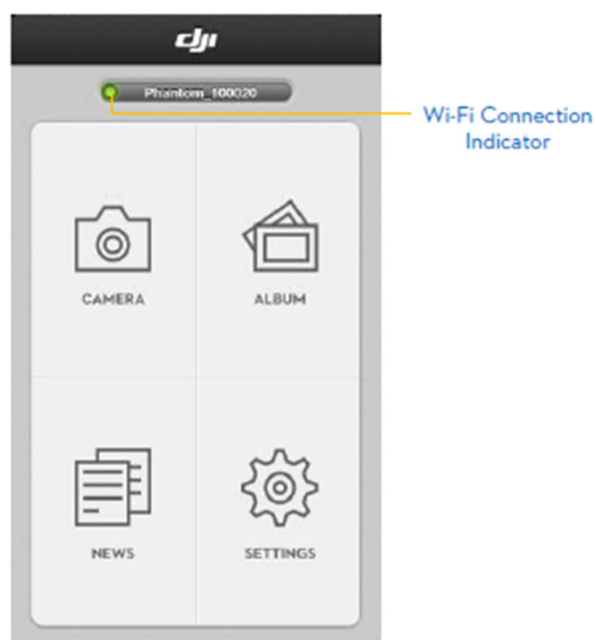

Figure 47
4. (fig 47) Avviate l'APP DJI VISION sul vostro dispositivo mobile . Se la l'indicatore led della connessione a rete è verde la connessione è buona.